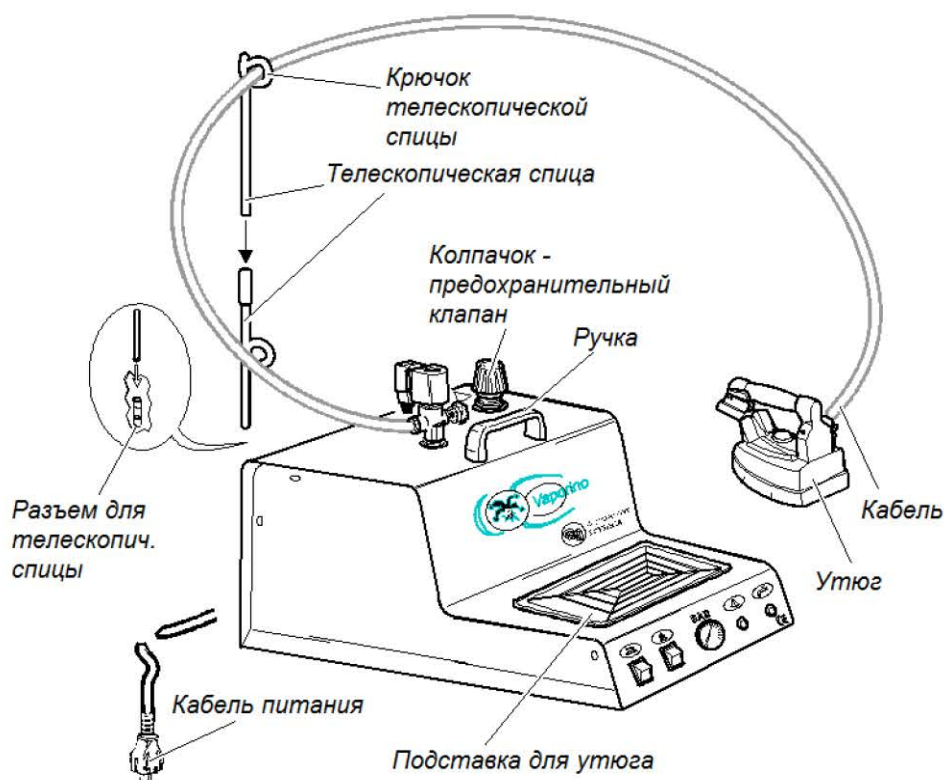
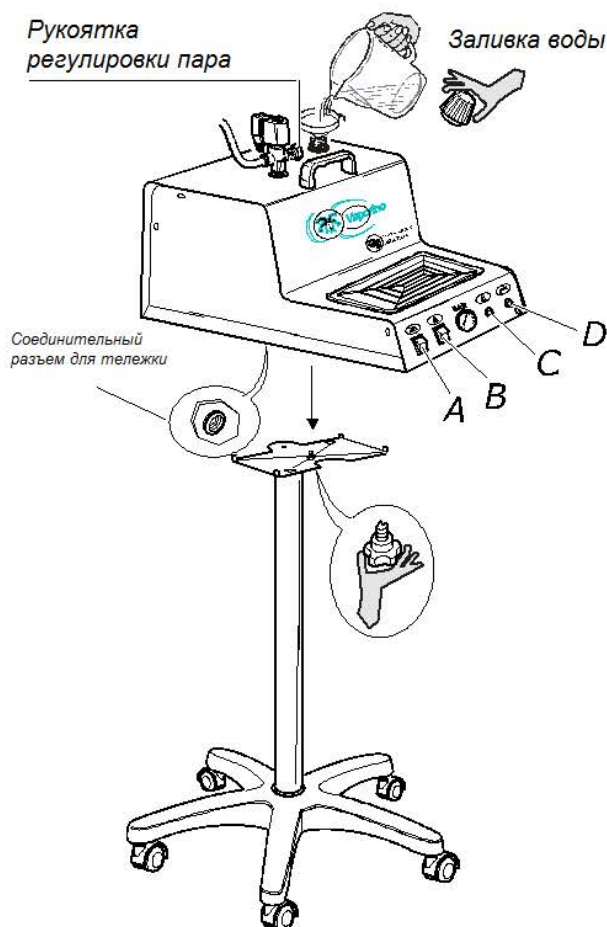

Рис. 1
Рис. 2
Перед доставкой парогенератора VAPORINO INOX MAXI пользователю необходимо подготовить место для его установки, электрическую розетку подходящих характеристик с защитой (рекомендуется дифференциальный терромагнитный выключатель на 16 А с номинальным отключающим дифференциальным током 30 мА). Для транспортировки и перемещения парогенератора VAPORINO INOX MAXI пользоваться только специальной ручкой. Нельзя тянуть за электрические кабели (рис. 1).
2. Вынуть парогенератор VAPORINO INOX MAXI из коробки и вставить телескопическую спицу в соответствующий разъем на задней стороне изделия (рис. 1), удостоверившись, что она вставлена до конца.
4. Поставить утюг на предназначенную для него резиновую подставку (рис. 1).
5. Для парогенератора VAPORINO INOX MAXI с тележкой: ввинтить круглую рукоятку тележки в соответствующий соединительный разъем под парогенератором (рис. 2).
1. Отвинтить колпачок клапана парогенератора VAPORINO INOX MAXI (рис. 1), заполнить бойлер (рис. 2) необходимым количеством воды, следя за тем, чтобы вода не выливалась через край. Советуем делать это с помощью воронки. Ввинтить крышку обратно, держа ее за пластиковую часть. Не завинчивать ее слишком туго, иначе можно повредить уплотнение (см. Раздел 7).
3. Переставить выключатель бойлера (рис. 2, В) и выключатель утюга в положение ВКЛ (рис. 2, А), поставить термостат утюга (рис. 3) в положение «хлопок».
4. Подождать отключения сигнальной лампочки бойлера (рис. 2, С); манометр должен показывать примерно 2,5–3 бар. Затем поднять утюг за пробковую ручку и нажать на микровыключатель утюга (рис. 4) 4-5 раз для выпуска пара. Также следует удостовериться в насыщенности пара (нажав микровыключатель и направив утюг в пол). Кроме того, можно регулировать количество пара, вращая круглую рукоятку регулировки пара (рис. 2). После
этих операций утюг готов к работе. Во время глажки сигнальная лампочка бойлера постоянно включается и гаснет, что свидетельствует о нормальной работе (рис. 2, С).
11. **Колпачок клапана (рис. 1) запрещается менять на колпачки других видов. Прим.: Колпачок клапана рассчитан на давление 4,5 бар и, кроме того, выполняет функцию предохранительного клапана.**
3. Рекомендуется при глажке ставить утюг только на предусмотренную для этого металлическую подставку с резиновым покрытием (рис. 1).
5. Когда парогенератор VAPORINO INOX MAXI будет использоваться вкупе с гладильной доской без всасывания, на ней могут появиться водяные пятна. В таком случае уменьшить поток пара из утюга с помощью круглой рукоятки регулировки пара (рис. 2). Поэтому мы советуем использовать устройство со столом, имеющим функции всасывания и подогрева.
Когда закончится вода, сигнальная лампочка *senza acqua* («нет воды») загорится во время утюжки (Рис. 2, D). Тогда следует вынуть вилку из розетку, открутить на 360° колпачок клапана (рис. 1) и дождаться улетучивания всего пара. Манометр
Затем долить в бойлер (рис. 2) требуемое количество воды так, чтобы не допустить выливания (см. п. 1 Раздела 4). Прикрутить обратно колпачок клапана, вставить вилку в розетку сети и дождаться, пока не погаснет сигнальная лампочка (рис. 2, С) бойлера. Утюг снова готов утюжить.
Снять колпачок клапана (рис. 1) и наклонить парогенератор VAPORINO INOX MAXI вправо, чтобы слить воду и возможную грязь.